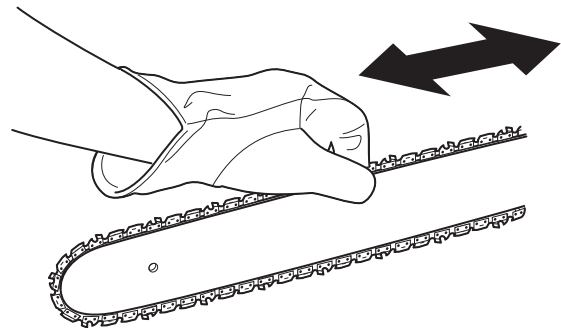

Fig. 26
3. Maintenez la pointe guide-chaîne vers le haut et déplacez la chaîne dans un mouvement de va-et-vient le long du guide-chaîne (Fig. 26). Assurez-vous que la chaîne se déplace librement et qu'elle s'engrène correctement avec le pignon. Si la chaîne ne bouge pas facilement, tournez lentement la vis du tendeur de la chaîne dans le sens antihoraire pour la desserrer.